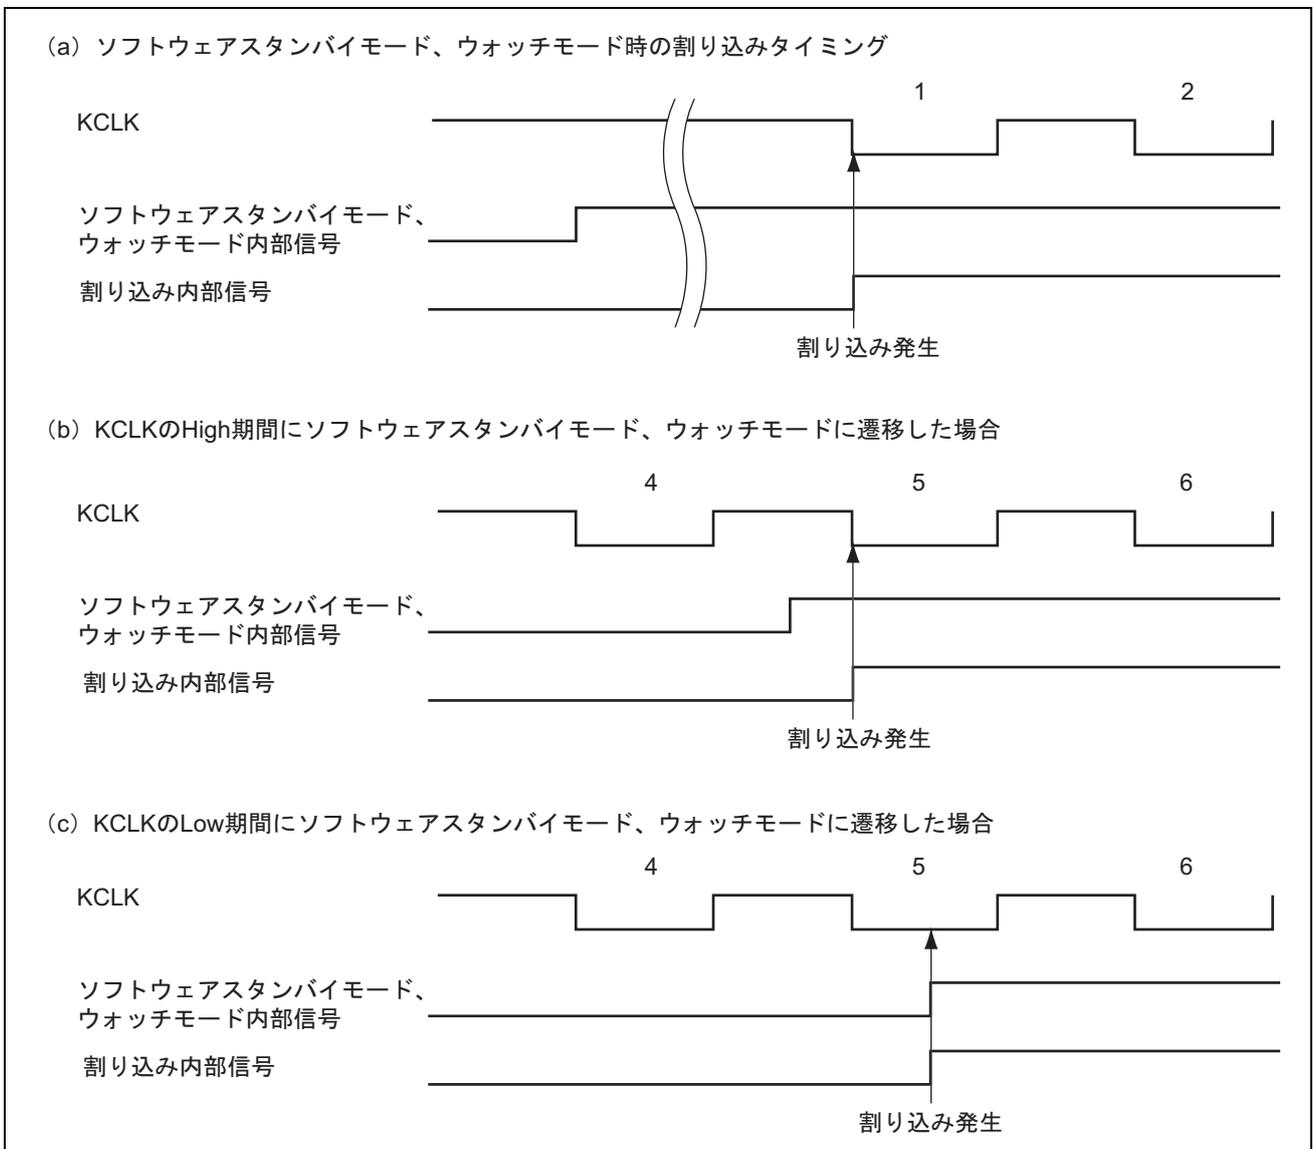

図 19.17 ソフトウェアスタンバイモード、ウォッチモード時の割り込みタイミング
1st KCLK 立ち下がり割り込みでソフトウェアスタンバイモード、ウォッチモードの解除が可能です。ただしこの場合、ソフトウェアスタンバイモード、ウォッチモード遷移後の最初の KCLK にて割り込みが発生します (図 19.17 参照)。
- 送信中にソフトウェアスタンバイモード、ウォッチモードに遷移し1st KCLK立ち下がり割り込みで解除した場合、解除直後はソフトウェアスタンバイモード、ウォッチモード遷移前の状態が保持されています。割り込み処理ルーチンで初期化の処理が必要です。また、割り込み発生について図19.17の (b)、(c) のような注意が必要です。